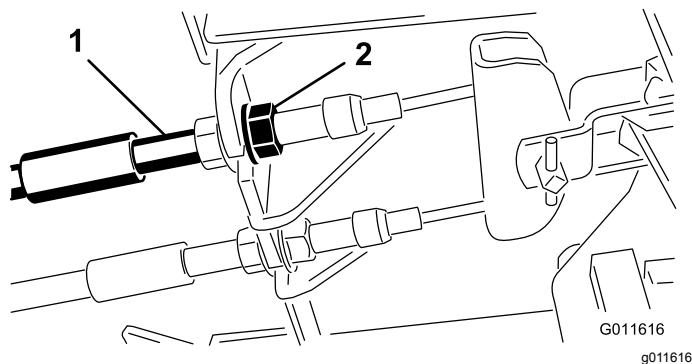

図 84
1. 遊びを減らすブレーキを締めるには、ブレーキケーブルのねじ山の前ナットをゆるめ、後ろのナットを締める 図 84。